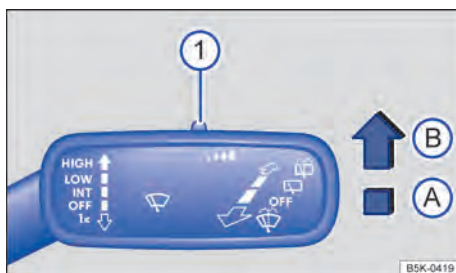

Fig. 76 A la derecha de la columna de dirección: palanca de los limpiacristales.
Presionar la palanca a la ubicación deseada → **fig. 76**:
La sensibilidad del sensor de lluvia se puede ajustar manualmente con el interruptor en la palanca de los limpiacristales → fig. 76 ① 1 → pág. 92.